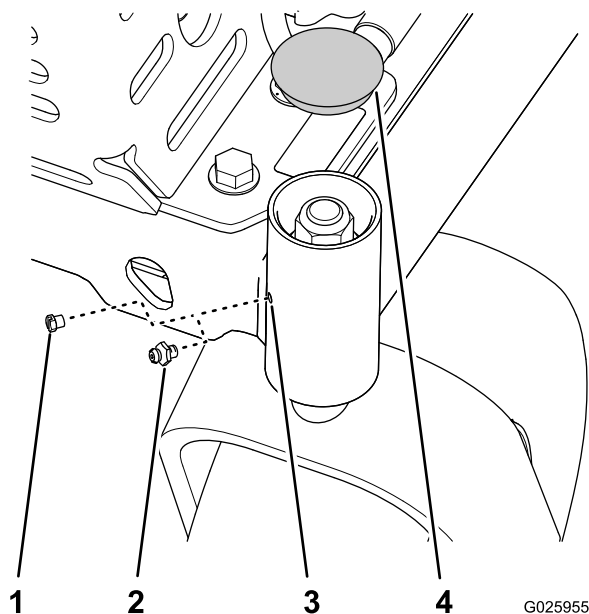

Figure 31
1. Déposez le capuchon et le bouchon hexagonal au sommet du pivot de la roue pivotante (Figure 31).
2. Vissez le graisseur dans le trou (Figure 31).
3. Injectez de la graisse dans le graisseur jusqu'à ce qu'elle ressorte autour du roulement supérieur (Figure 31).
4. Déposez le graisseur et reposez le bouchon que vous avez retiré à l'opération 1 (Figure 31).
5. Reposez le capuchon que vous avez déposé à l'opération 1 (Figure 31).